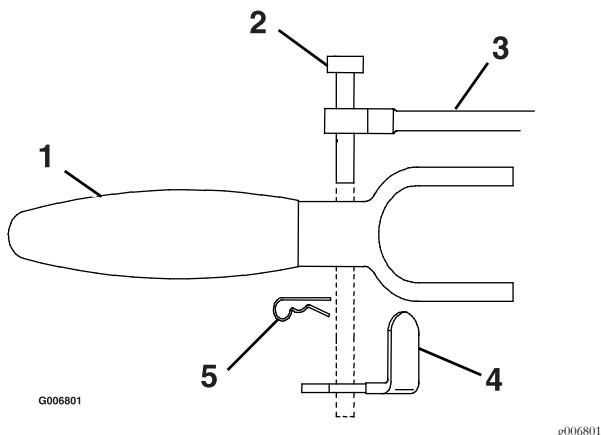

Figura 19
Deje que las palancas de avance bajen a la posición de velocidad máxima hacia adelante: El pasador debe descansar en el seguro de bloqueo de punto muerto con una holgura de aproximadamente 4.7 a 6.4 mm (3/16" a 1/4") respecto al fondo de la ranura (ver Figura 19). Ajústela si es necesario.
- A. Para ajustar el acoplamiento de transmisión de las ruedas, retire la horquilla situada entre el seguro de bloqueo de punto muerto y la palanca de avance (Figura 19).
- C. Vuelva a instalar la horquilla en el taladro del pasador, entre el seguro de bloqueo de punto muerto/freno de estacionamiento y la palanca de avance (ver Figura 19). Repita este procedimiento en el otro lado de la máquina.